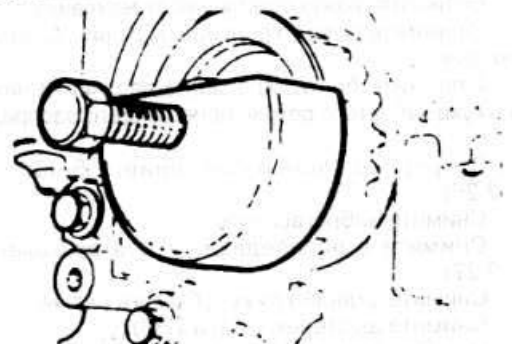

Рис. 2.24
- ♦ Снимите с коленвала зубчатое колесо (рис. 2.24) ременной передачи при помощи съёмника 21-098.